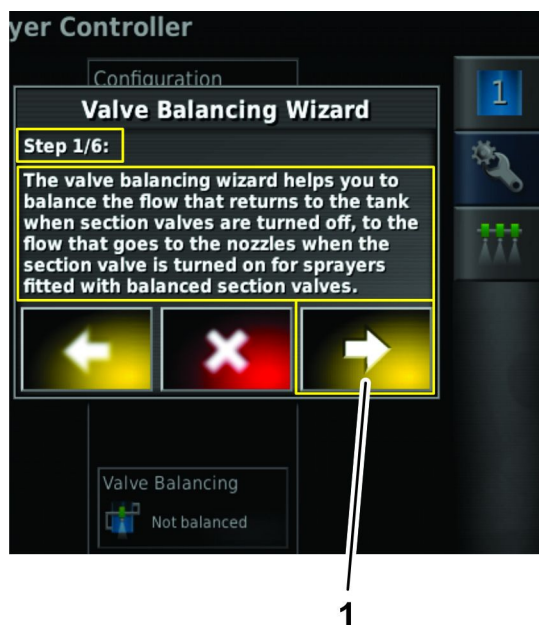

図 47
1. バルブバランスウィザードのステップ 1 ウィザードの説明を読み、ネクストアイコンを押し 図 47。